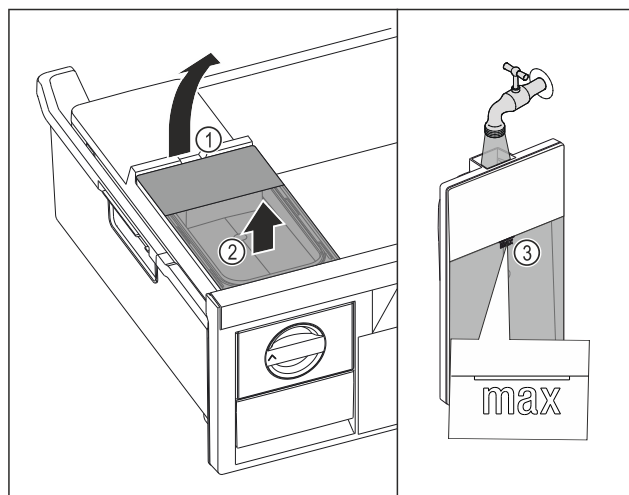

Fig. 103
- Zvedněte nádržku na vodu za vybrání Fig. 103 (1).
- Vyměňte nádržku na vodu nahoru. Fig. 103 (2)
- Naplňte nádržku na vodu pitnou vodou až po značku Fig. 103 (3).